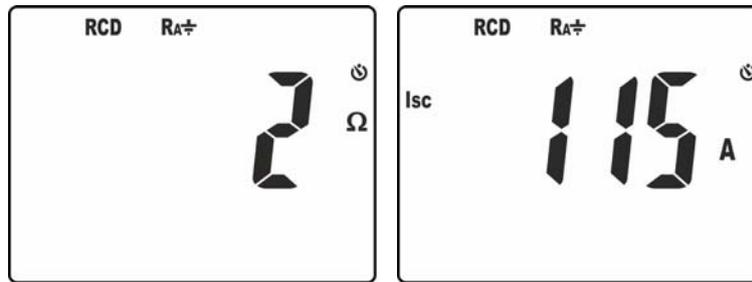

Fig. 22: Resultados de la medida de resistencia global de tierra
9. En la pantalla de Fig. 22 – parte izquierda está presente el valor de la resistencia global de tierra. Pulse las teclas  $\blacktriangledown$ / $\text{⏸}$  o  $\blacktriangle$  para visualizar el valor de la presunta corriente de cortocircuito **Isc** (ver § 9.3)